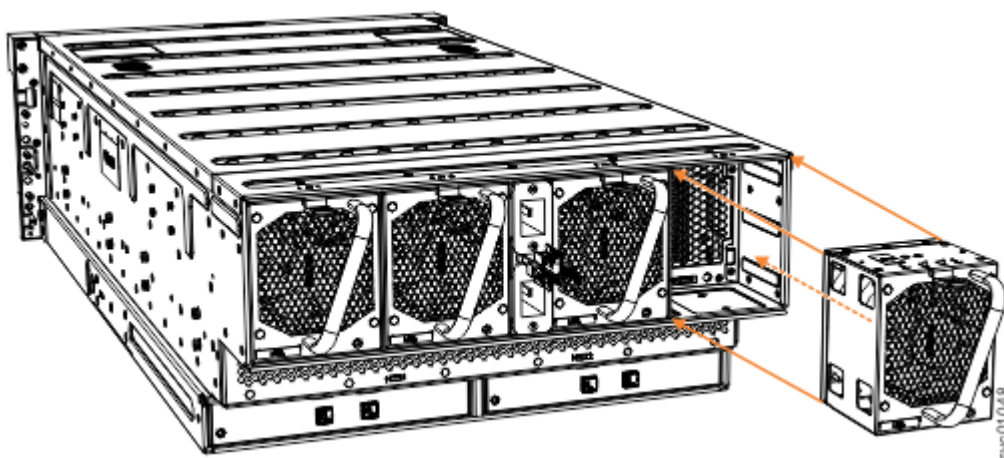

Figure 102. Remplacement d'un module de ventilation
2. Insérez soigneusement le module de ventilation dans le châssis jusqu'à ce qu'il s'enclenche, comme indiqué dans la Figure 102, à la page 87.